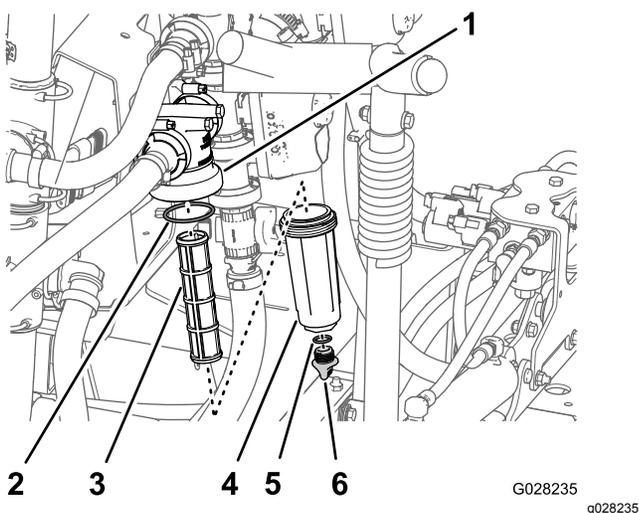

Figura 97
2. Alinhe um recipiente de escoamento debaixo do filtro de pressão (Figura 97).
3. Rode o tampão de drenagem no sentido contrário ao dos ponteiros do relógio e retire-o do recipiente do filtro de pressão (Figura 97).
4. Rode o recipiente no sentido contrário ao dos ponteiros do relógio e retire a cabeça do filtro (Figura 97).
5. Retire o elemento do filtro de pressão antigo (Figura 97).
6. Verifique o anel de retenção do tampão de drenagem (localizado no interior do recipiente) e o anel de retenção do recipiente (localizado no interior da cabeça do filtro) e veja se há danos e desgaste (Figura 97).
7. Instale o novo elemento do filtro de pressão na cabeça do filtro (Figura 97).
8. Instale o recipiente na cabeça do filtro apertando à mão (Figura 97).
9. Instale a tampa no depósito e aperte manualmente (Figura 97).